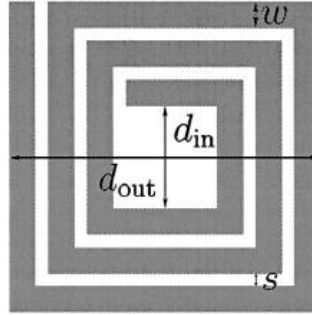

Figura 3 – Indutor em projeto.
A solução desta expressão não é trivial, e para facilitar a obtenção do número de espiras (N) mostra-se um ábaco na figura 3 a seguir. Nesta figura, o número de espiras varia de 1 à 10 e a indutância calculada de 0 à 3,5  $\mu\text{H}$ .
Por exemplo, consultando a figura 3, para obter uma indutância de 1  $\mu\text{H}$  serão necessárias aproximadamente 6 espiras. Aplicando este número de espiras na equação se obtém: